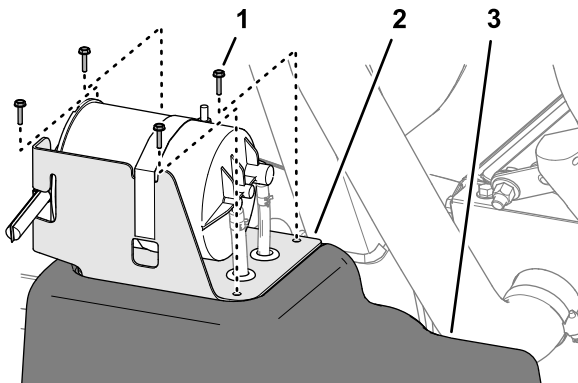

Figura 80
2. En el depósito de combustible, retire los 4 tornillos (Nº 10 x ¾") que sujetan el soporte del cartucho de carbón a la parte superior del depósito de combustible (Figura 80).